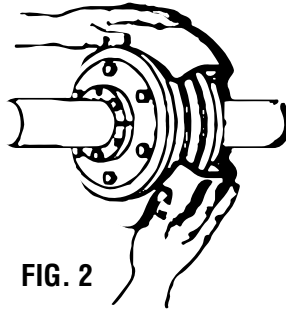

FIG. 2
5. Enrole o elemento elástico ao redor das flanges conforme mostrado na Fig. 2. Certifique-se de que os cordões do elemento estejam totalmente trabalhados sobre os assentos. Para garantir o assentamento adequado, bata no diâmetro externo do pneu com um pequeno martelo até que a fenda seja fechada.